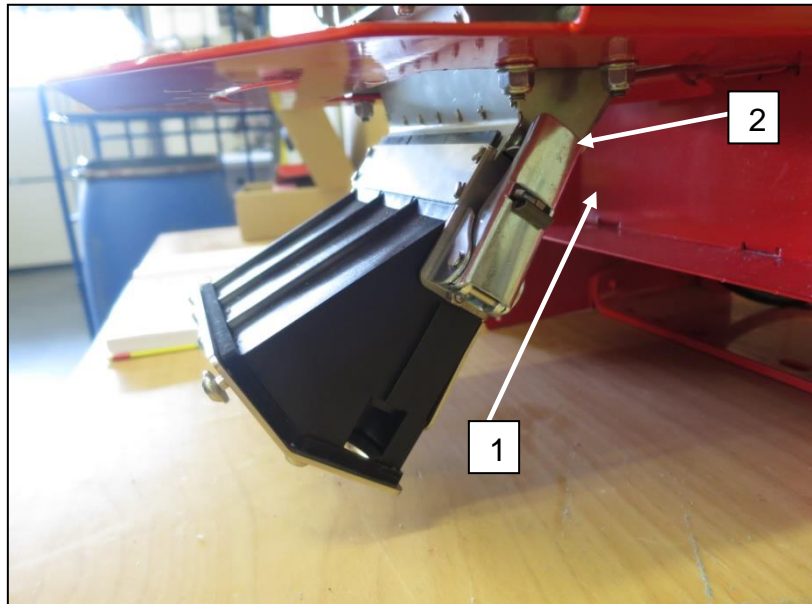

Abb.: 84
- Montieren Sie die Übergangsstücke von unten in Pfeilrichtung **1** auf den Luftkanal und fixieren Sie diese beidseitig mit je einem Spannverschluss **2** (Abb.: 84).